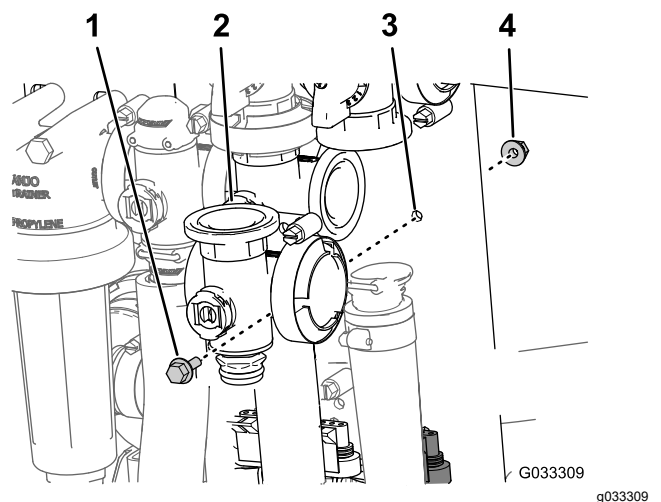

Figure 72
3. Retirez le boulon à embase et le contre-écrou à embase qui fixent la vanne principale au support, puis déposez le collecteur de la machine (Figure 72).